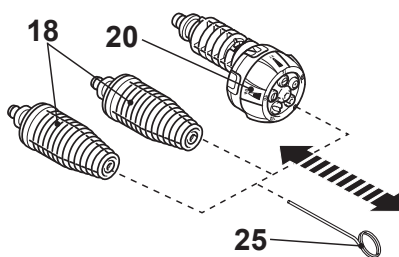

Fig. 25
Remova quaisquer depósitos de sujeira do orifício do bico (18/20) usando a limpeza agulha (25) (Fig. 25).